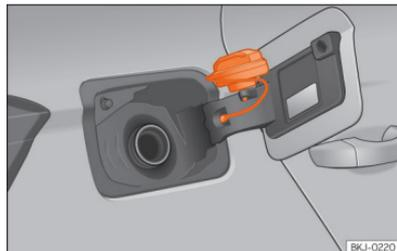

Abb. 147 Tankklappe mit aufgestecktem Tankverschluss.
- Platzieren Sie den Verschluss in der Aussparung, die sich im Scharnier der geöffneten Tankklappe befindet »» (Abb. 147).